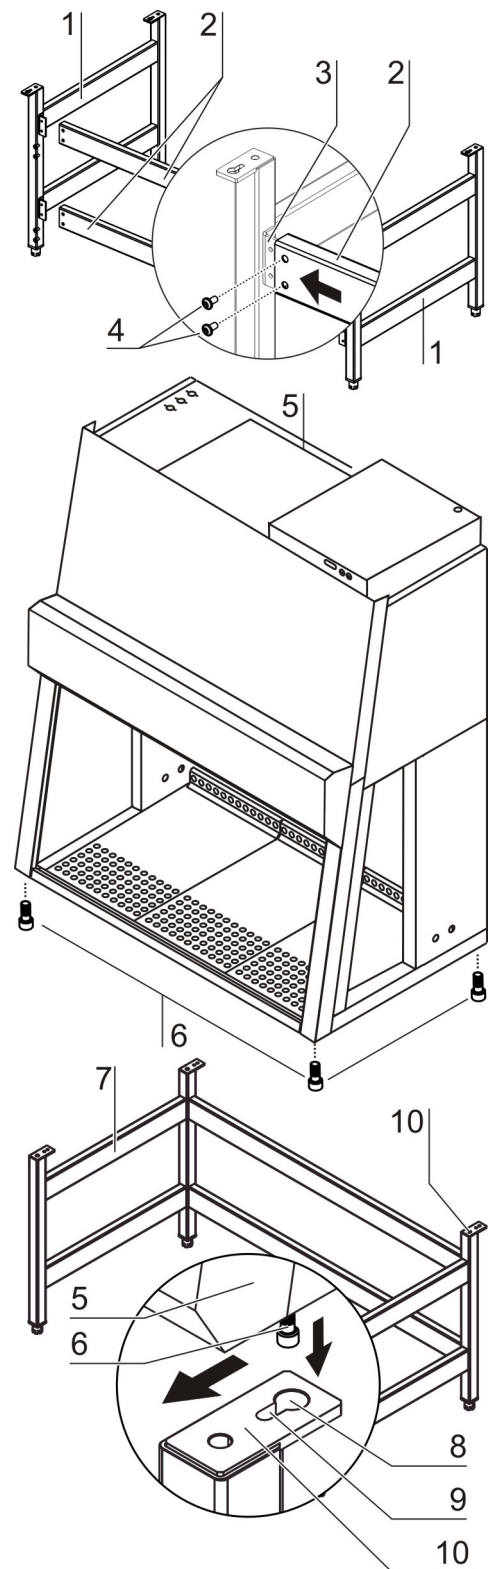

Fig. 10a
- Fig. 10a:** Coloque ambas as traves [2] no ângulo de suporte [3] das partes laterais [1]. Aperte as traves com os parafusos [4] em ambas as partes laterais.